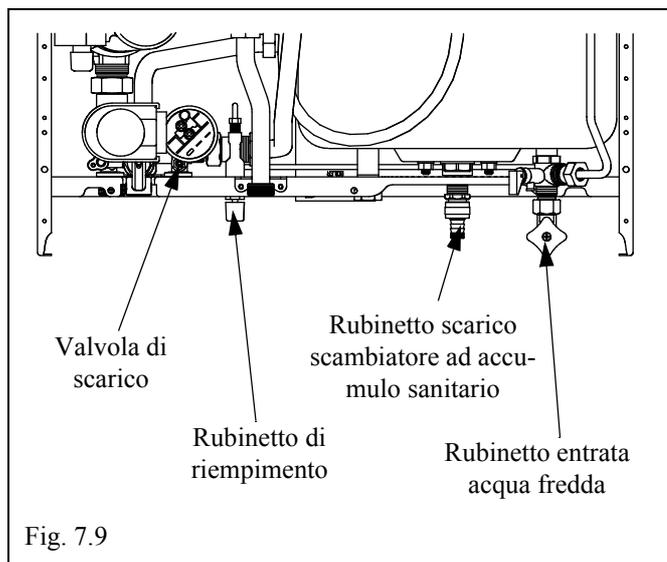
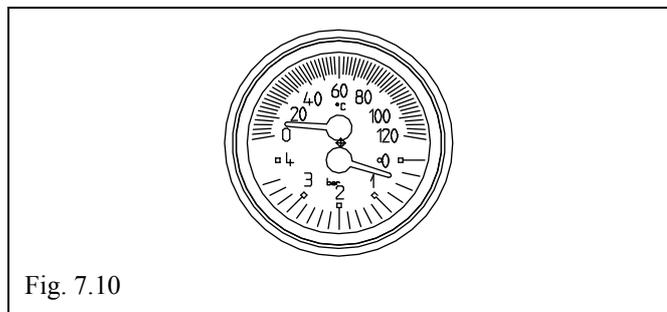

Fig. 7.9
Fig. 7.10
- agire sul rubinetto di riempimento posizionato nella parte sinistra sotto la mensola di sostegno gruppo idraulico (FIG. 7.9) fino a che il termoidrometro, posto sul telaio (FIG. 7.10) indica valori di pressione compresi fra 0,6 e 1,5 bar;
- svitare il dado di scarico della valvola di sicurezza (FIG. 7.9) fino allo svuotamento dell'impianto;
- collegare un tubetto di silicone alla valvola di svuotamento caldaia (FIG. 7.9) ed aprirla svitandola con una chiave fissa da 11 mm.